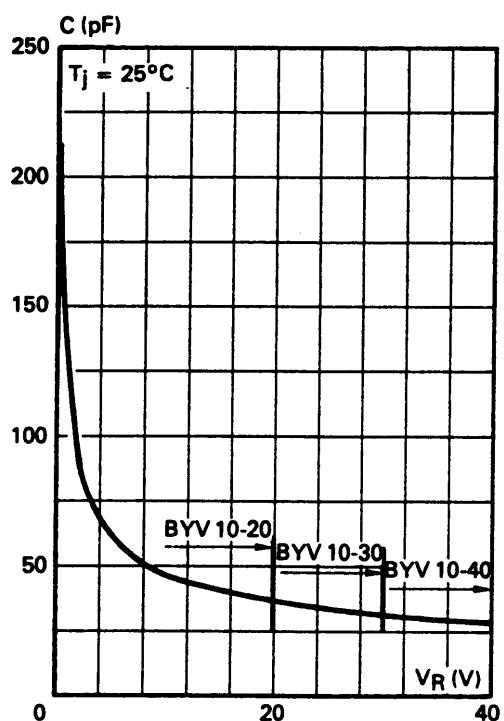

Fig.5 - Capacitance  $C$  versus reverse applied voltage  $V_R$  (typical values)
This current depends only of diode capacitance and external circuit impedance. Satisfactory circuit behaviour analysis may be performed assuming that schottky rectifier consists of an ideal diode in parallel with a variable capacitance equal to the junction capacitance (see fig. 5 page 4/4).
*Ce courant ne dépend que de la capacité de la diode et de l'impédance du circuit extérieur. Une analyse convenable du comportement du circuit peut être faite en supposant que le redresseur schottky est constitué d'une diode idéale en parallèle avec une capacité variable égale à la capacité de la jonction (voir fig. 5 page 4/4).*